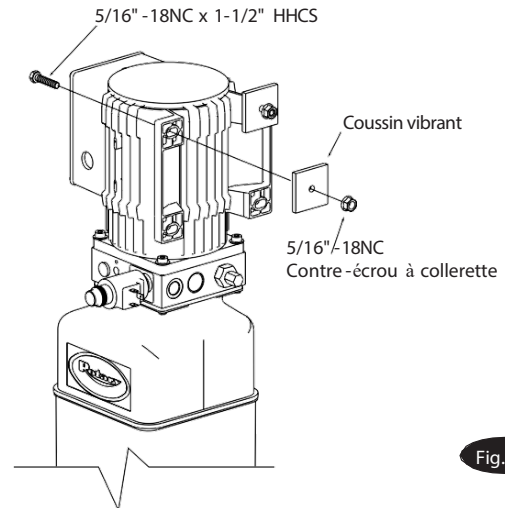
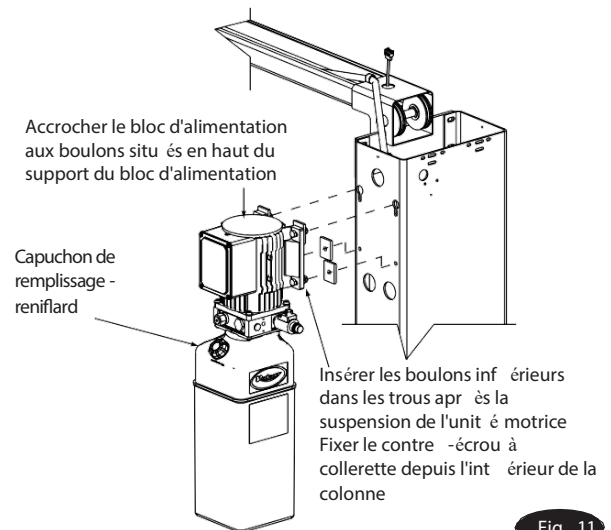
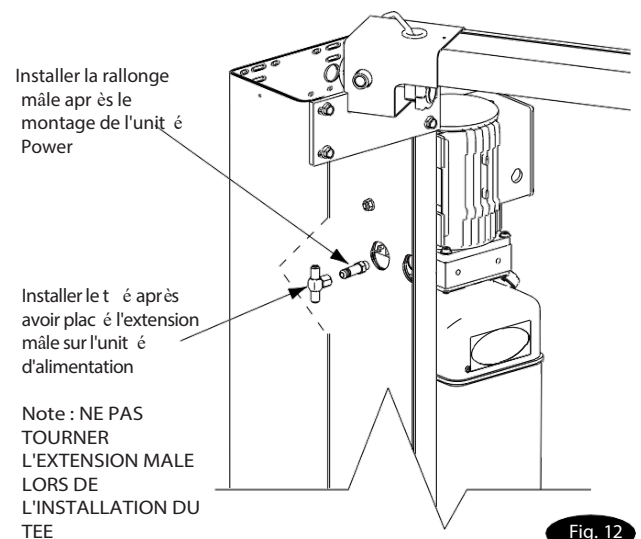

Fig. 10
Fig. 11
Fig. 12
Placer (2) 5/16"-18NC x 1-1/2" HHCS dans les trous supérieurs du support de l'unité d'alimentation en utilisant le coussin vibrant pour le maintenir en place, Fig. 10. Installer les écrous à collerette 5/16"-18NC jusqu'à ce que l'extrémité du boulon soit au même niveau que l'extrémité de l'écrou. Installer l'unité de puissance sur l'extension de la colonne, Fig. 11. Faire glisser la combinaison boulon/écrou dans les trous supérieurs et jusqu'au fond de la fente. Installer le HHCS, le coussin vibrant et le HHCS à collerette dans les trous inférieurs de l'unité d'alimentation et serrer. (Veiller à placer le coussin vibrant entre l'unité de puissance et l'extension de la colonne). Serrer le HHCS supérieur et l'écrou. Installer et serrer à la main l'extension mâle sur la pompe jusqu'à ce que le joint torique soit en place, Fig. 12. Continuer à serrer le contre-écrou à 14- 20Nm (1.4- 2.1kg-m), ou jusqu'à ce que l'écrou et la rondelle s'appuient sur le collecteur de la pompe.
Installer le té tournant femelle sur l'extension mâle, Fig. 12. Utiliser la procédure de serrage des raccords évasés pour serrer le té tournant femelle sur l'extension mâle.